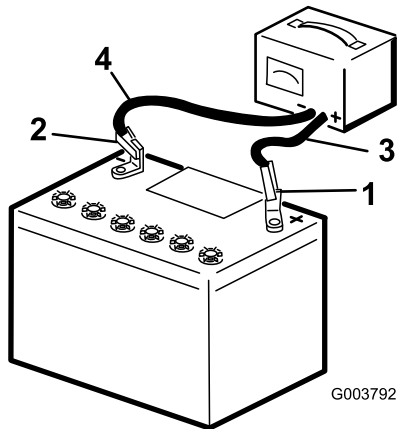

Figure 59
2. Connectez le câble positif du chargeur de batterie à la borne positive de la batterie (Figure 59).
3. Connectez le câble négatif du chargeur de batterie à la borne négative de la batterie (Figure 59).
5. Quand la batterie est chargée au maximum, débranchez le chargeur de la source électrique, puis débranchez les fils du chargeur des bornes de la batterie (Figure 59).